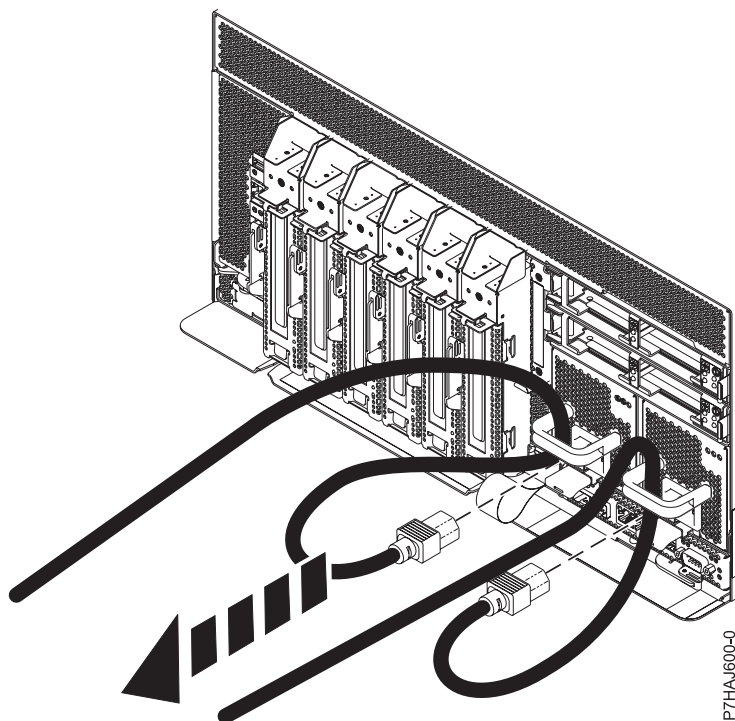

Abbildung 8. Netzkabel trennen
3. Trennen Sie die Netzkabel von der Systemeinheit (siehe Abb. 8 auf Seite 25).